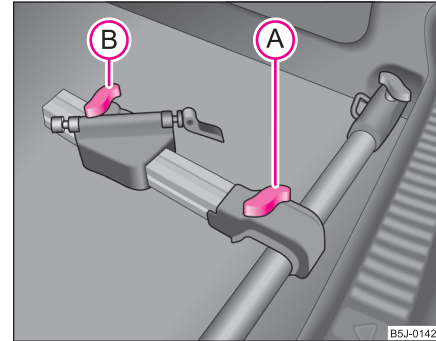

Abb. 67 Fahrradträger einbauen
- Setzen Sie den freigegebenen Fahrradträger auf den Querträger, nach dem Hochziehen der Schraube (A) schieben Sie den Längsträger (Alu-Teil) zum Querträger und drehen die Schraube (A) in die Mutter ⇒ Abb. 67.
- Die Schraube (B) auf dem verschiebbaren Teil des Fahrradträgers lösen und herausziehen, danach den verschiebbaren Teil des Trägers, je nach Fahrradgröße, in eine der drei möglichen Positionen stellen.
- Die Schraube (B) in der gewünschten Position einsetzen und festdrehen. ■